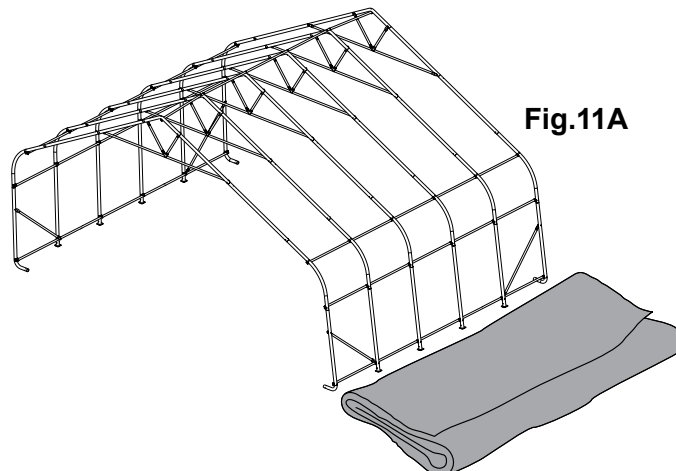

Fig.11A
**A.** Étalez la toile sur le sol à côté de l'armature en plaçant l'intérieur de la toile (côté avec les fourreaux pour tuyaux) vers le bas et les courroies avant et arrière vers les coins de l'abri. Centrez la toile entre l'avant et l'arrière de l'armature (fig. 11A).